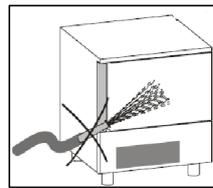

Fig.3
- * Nunca dirigir jatos d'água contra o Equipamento (poderá danificar componetes eletrônicos). (Fig.3)